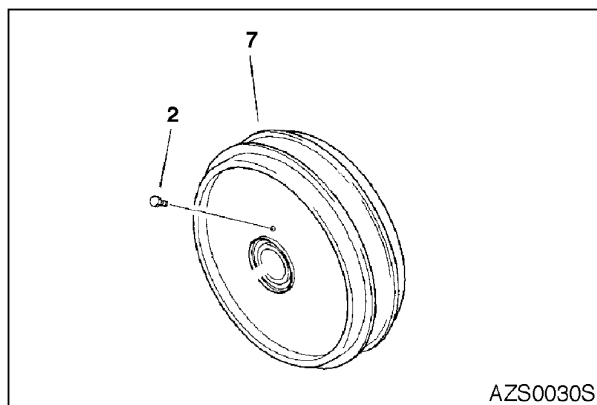

Рис. 20
1. Выньте пробку (2, рис. 20) и слейте масло из натяжного колеса (7, рис. 20).